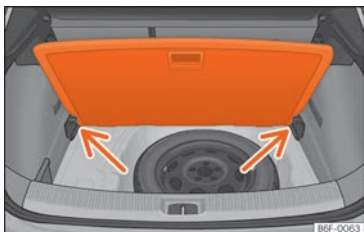

Abb. 166 Variabler Gepäckraumboden: geneigte Stellung.
- Bei einem variablen Boden in hoher Position diesen am Haltegriff anheben ①, daran ziehen und in Richtung der Rücksitzlehne bewegen bis der Boden an der Scharnierlinie eingeklappt wird und sich der bewegliche Teil des Bodens auf diesem befindet.
- Legen Sie den Gepäckraumboden auf die dafür vorgesehenen Aufnahmen »» **Abb. 166** (Pfeile).